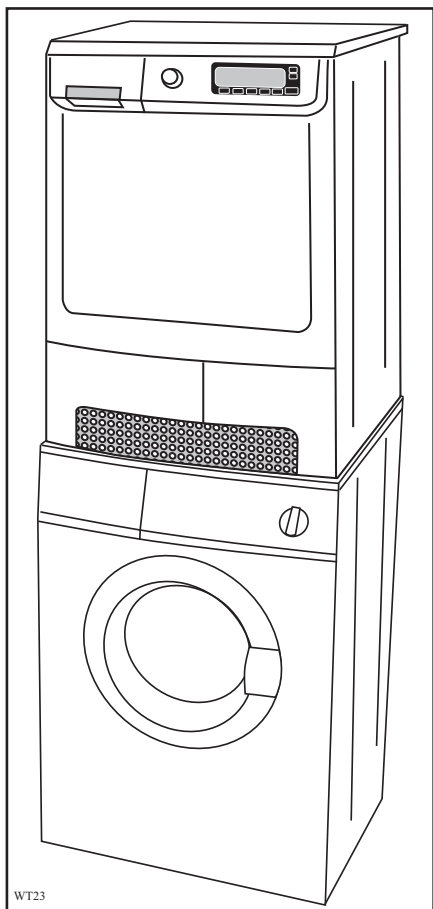

Fig 15
- modelos com portinhola na cobertura de base (fig 15, 16 e 17).